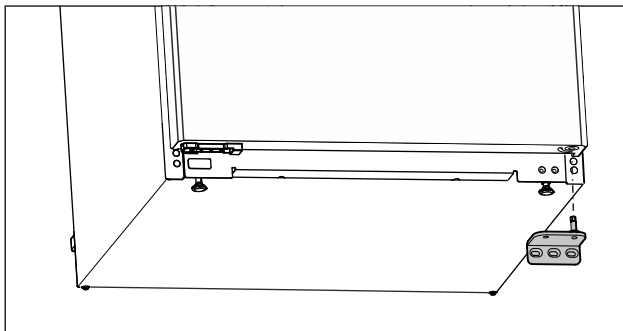

Fig. 11
- ▶ Lagerbock nach unten abnehmen. (siehe Fig. 11)